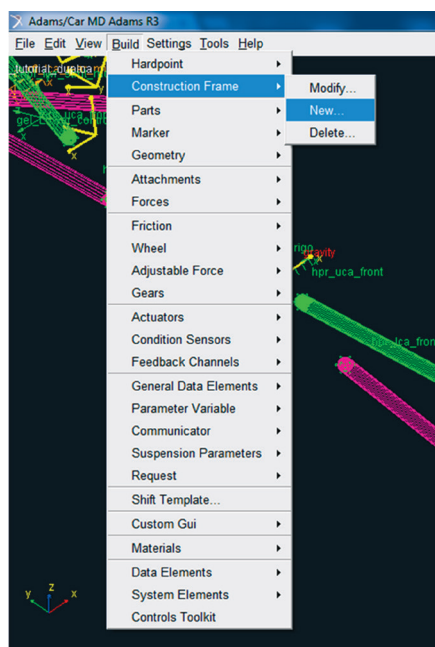

Figura 5.78 – Construção do *Construction Frame* relacionado ao cubo da roda.
- Acesse o menu *Build* → *Construction Frame* → *New* (Figura 5.78).